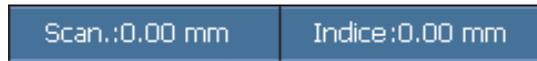

Figura 6-17 Campi di lettura Scan. e Indice
- c) Muovere l'insieme sonda-encoder nella direzione di scansione e guardare in corrispondenza dell'indicatore nella barra del titolo se il numero nei campi di lettura **Scan.** o **Indice** è positivo o negativo (vedere Figura 6-17 a pagina 204).